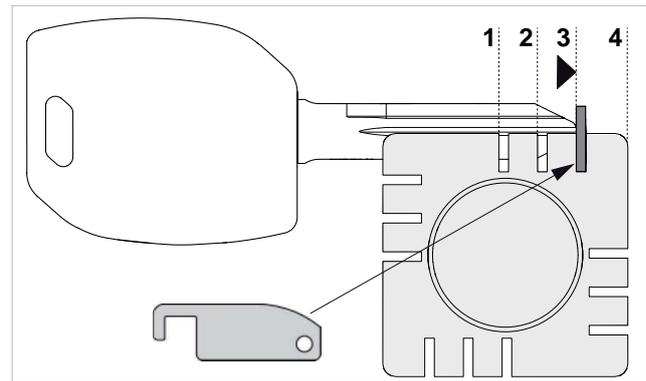

Fig. 34 - ENCOSTO NA PONTA
Para as chaves sem encosto, é necessário utilizar a barra (anexa) para a referência na ponta (Fig. 34).
- Para instalar nos mordentes as chaves com encosto na ponta, utilize a pequena barra anexa que deve ser inserida nos canais próprios (Fig. 34), ou em apoio na parede direita do mordente.